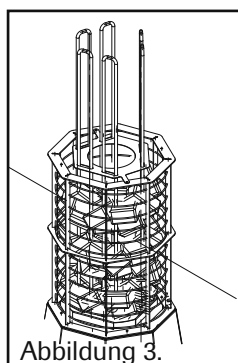

Abbildung 3.
- Der Ofen wird mit zwei Befestigungselementen an der Wand oder den Saunabänken angebracht, wie in Abbildung 3 und 4 dargestellt.